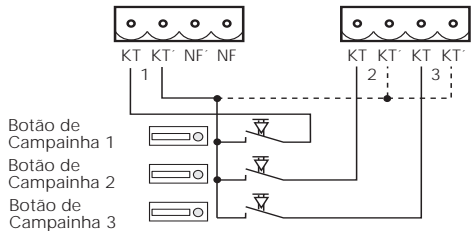

fig. 4: conexão de botões de campainha
- de três botões de campainha sem potencial, nos contactos KT e KT' (ver fig. 4)